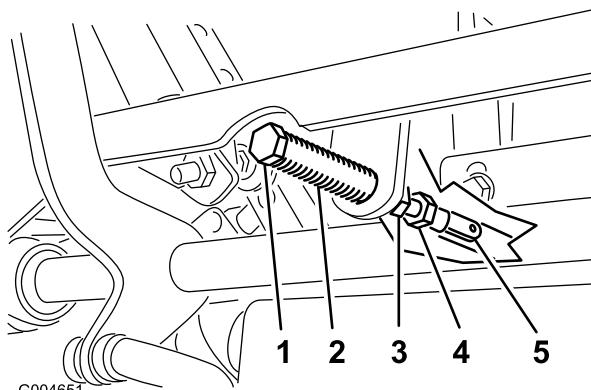

Figure 65
5. Tirez-le ensuite en arrière jusqu'à ce que l'axe de chape (situé sur un bras au-dessus de l'axe de pivot) touche l'extrémité de l'encoche (c.-à-d. commence juste à appuyer sur le ressort) (Figure 65).
7. Si un réglage s'impose, desserrez l'écrou et l'écrou de blocage vissés contre la chape (Figure 65).
8. Appliquez une légère pression à l'arrière du levier, et tournez la tête du boulon de réglage dans le sens voulu pour centrer le levier à la position de verrouillage au point mort (Figure 65).
9. Serrez l'écrou et l'écrou de blocage (Figure 65).
10. Serrez les écrous de blocage contre les rotules (Figure 65).